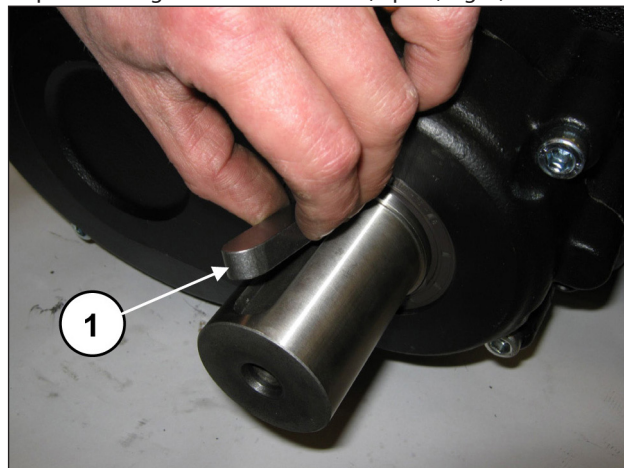

Fig. 3
Déposer la languette de l'arbre PTO (rep. ①, Fig. 3).